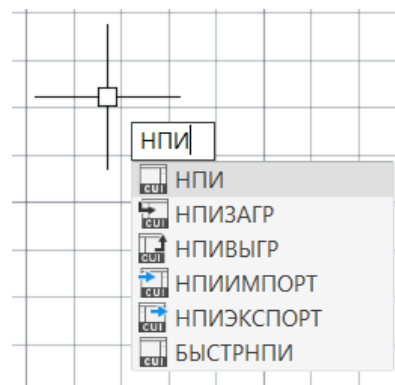

Рис. 15. Переход на панель УАЭПИ через надпись у курсора
3.3. Надписью у курсора «НПИ» (настройка пользовательского интерфейса) (рис. 15).